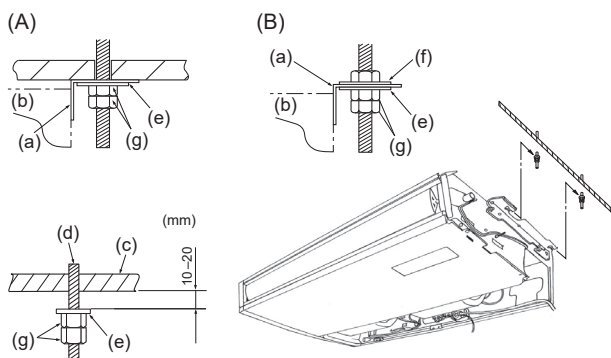

Abb. 3-5
(2) Gewalttätiges Öffnen des Ansauggitters oder Öffnen über einen Winkel von mehr als 120° kann zur Beschädigung des Scharniers führen.
3.3. Aufstellen der Innenanlage (Abb. 3-5)